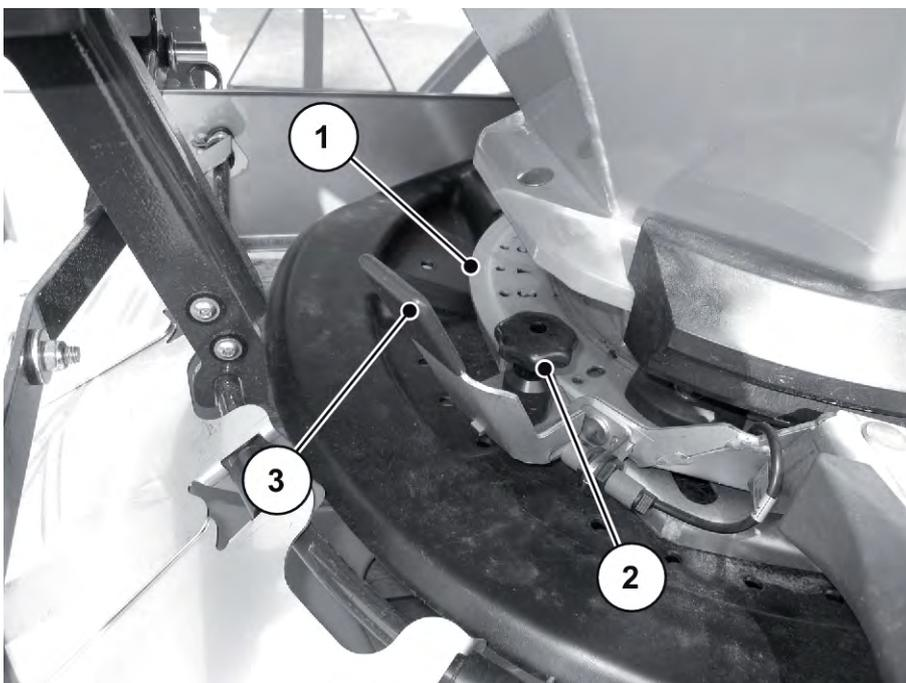

Abb. 33: Einstellung des Halbseitenschiebers
- ▶ Den Halbseitenschieber schließen. Siehe *Abb. 33 Einstellung des Halbseitenschiebers*